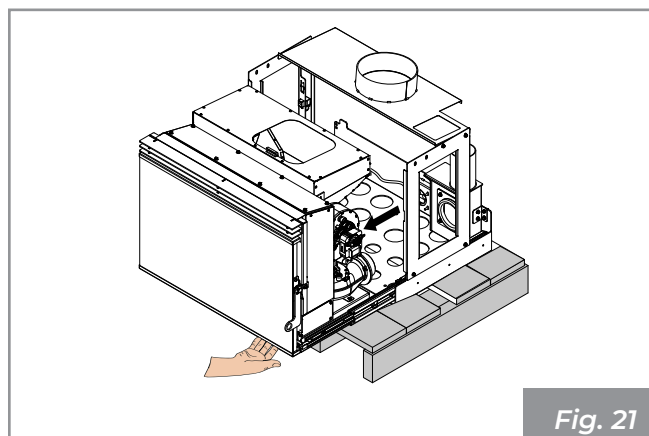

Fig. 21
- Cierre la puerta y tire de la máquina hacia fuera hasta el final del recorrido del raíl ( **Fig. 21** )